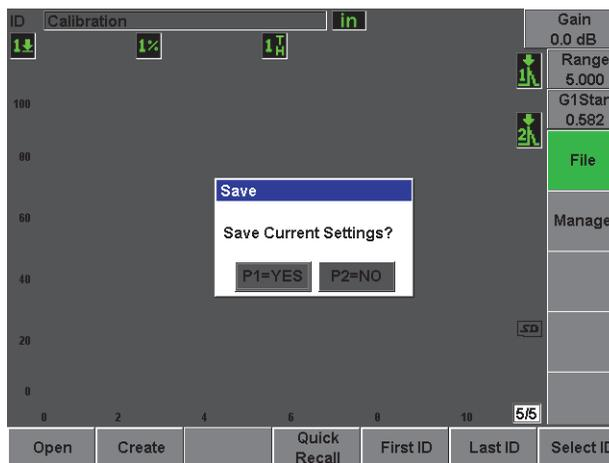

Figure 2-21 Boîte de dialogue Save (Enreg.)
- Appuyez sur la touche **Save** (Enregistrer) [voir la Figure 2-21 à la page 51].